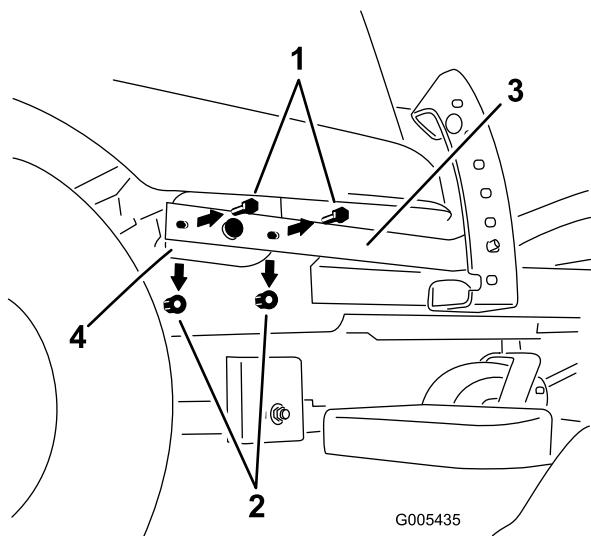

Bild 2
- Ermitteln Sie unter der rechten Gondel den Hubarm und Hubhebel (Bild 2).
- Entfernen Sie die Befestigungen, mit denen der Hubarm an der Vorderseite des Hubhebels befestigt ist (Bild 2). Bewahren Sie die Befestigungen auf.